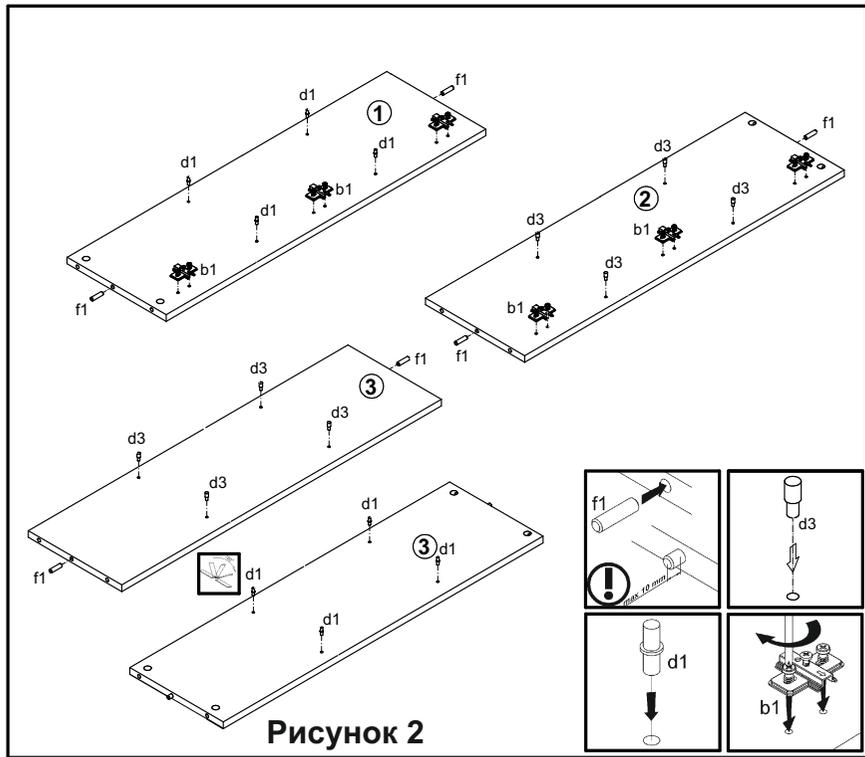

Рисунок 2
4. В отверстия $\varnothing 5$ мм на левой поверхности стенки боковой правой **2**, на правой поверхности стенки средней **3** вставить полкодержатели **d3** (см. рис. 2,8).
5. В отверстия $\varnothing 5$ мм на правой поверхности стенки боковой левой **1**, на левой поверхности стенки средней **3** вставить полкодержатели **d1** (см. рис. 2,8).